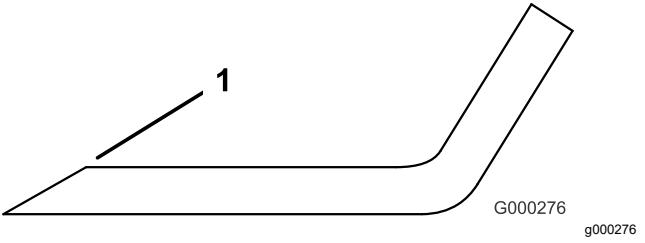

Bild 27
- 4. Prüfen Sie die Schnittkanten aller Messer und schärfen die Kanten, wenn sie stumpf sind oder Kerben haben (Bild 27).
Hinweis: Schärfen Sie nur die Oberseite der Schnittkante und behalten Sie den ursprünglichen Schnittwinkel bei, um die Schärfe des Messers zu gewährleisten (Bild 27). Das Schnittmesser bleibt ausgewuchtet, wenn von beiden Schnittkanten die gleiche Materialmenge entfernt wird.